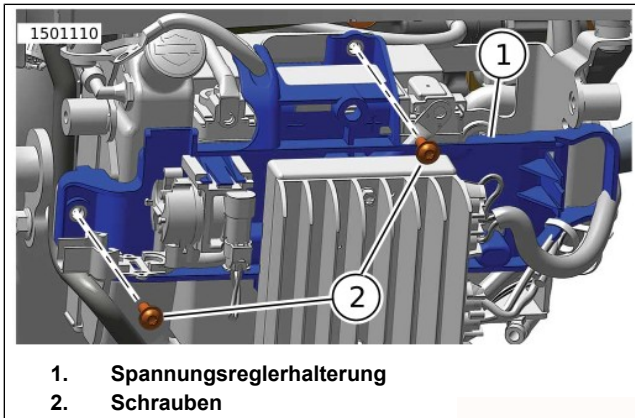

Abbildung 70. Schrauben der Spannungsreglerhalterung
5. Abbildung 70 Die Schrauben (2) der Spannungsreglerhalterung entfernen.
2. Abbildung 70 Die Spannungsreglerhalterung (1) positionieren.
3. Die Schrauben (3) der Spannungsreglerhalterung einbauen. Festziehen.